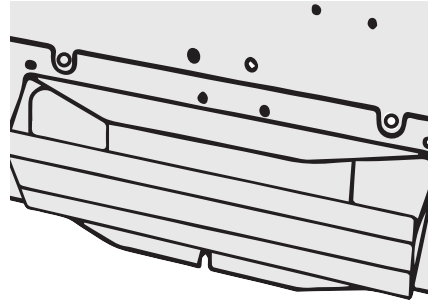

Figure 11
- Installez le régulateur de tirage à l'arrière de l'emplacement de la ventilation (voir Figure 11).